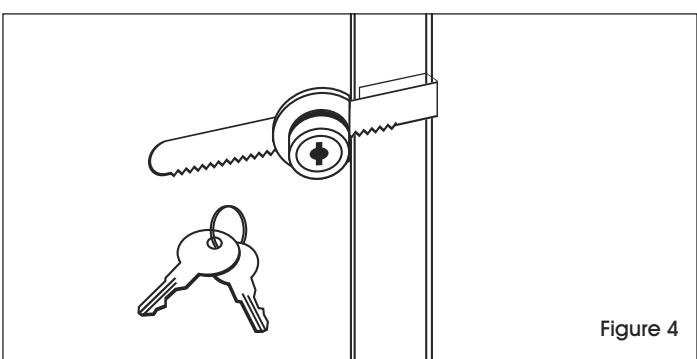

Figure 4
6. Installez la serrure résistant aux intempéries sur l'arrière de la plaque en plastique en orientant la tête des vis vers l'intérieur de la vitrine d'affichage. Placez des petits protecteurs en plastique sur les vis entre l'extrémité et la surface de la plaque en plastique. Serrez les vis sans trop forcer. Faites glisser la serrure pour qu'elle repose contre l'autre plaque en plastique et verrouillez ensuite la vitrine avec la clé qui a été fournie. (Voir Figure 4)